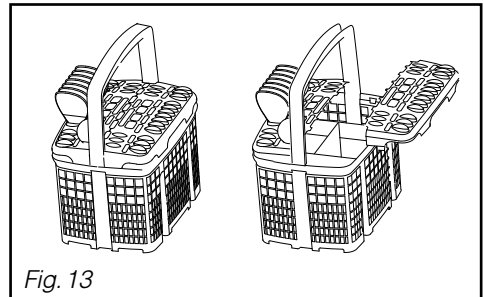

Fig. 13
**A mozgatható rácsozat lehetővé teszi az evőeszközök rendszerezését. (Fig. 13).**